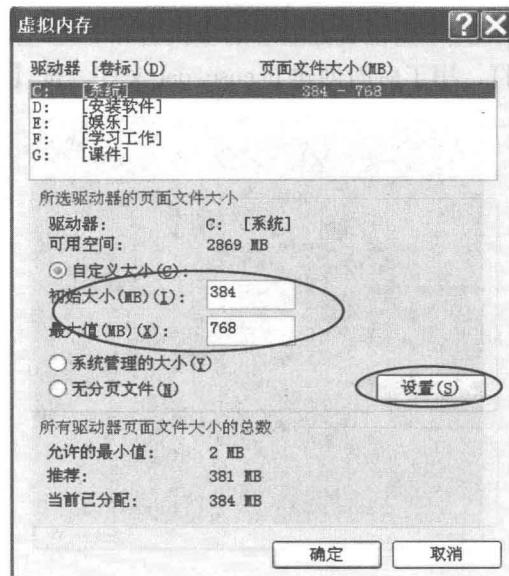

图 1-6 【虚拟内存】对话框
(7) 在该对话框中选择【虚拟内存】选项区中的【更改】按钮, 打开【虚拟内存】对话框, 设置虚拟内存的大小, 如图 1-6 所示。设置完成后单击【确定】按钮关闭所有窗口。